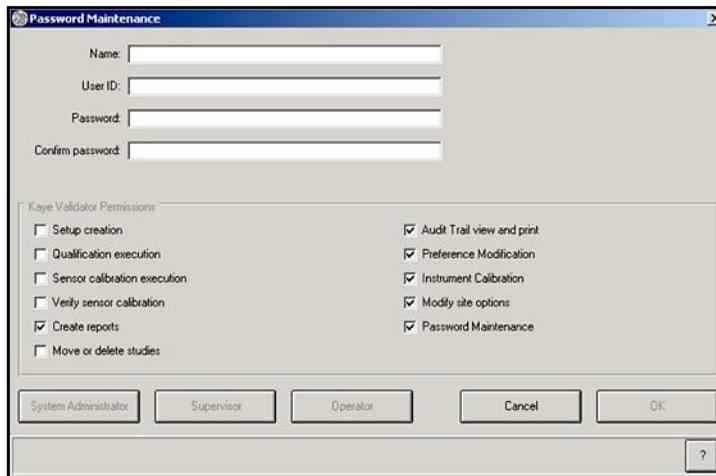

图 30: 密码管理界面
**Password Maintenance** 用户界面显示 (下页图 30). 现在您可以创建您自己的系统管理员账号了.